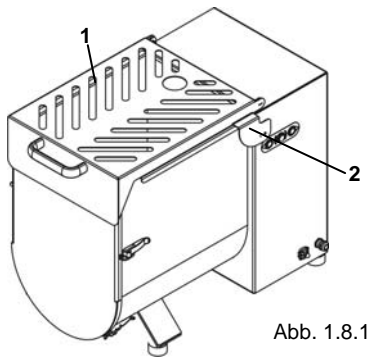

Abb. 1.8.1
- 1 - Werkzeug-Schutzgitter. Dient dazu, dass die Hände nicht zufällig mit dem Werkzeug in Berührung kommen (Abb. 1.8.1)
- 2 - Mikroschalter (Abb. 1.8.1).